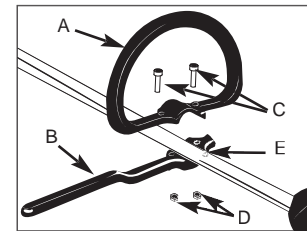
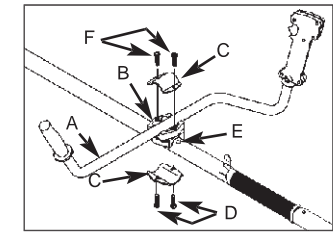

Fig. 1A
Fig. 1B
1. Pour installer la poignée sur l'appareil, il vous faut les composants suivants compris dans le kit utilisateur : poignée (A & B), vis (C) et écrous (D). (Fig. 1A)
2. Installez la poignée (B) après le repère (E) sur l'arbre et serrez les 2 vis (C) et écrous (D).
1. Pour installer la poignée sur l'unité, vous aurez besoin des composants suivants de votre kit d'utilisateur : poignée "porte-voix" (A), support de fixation (B), pince (C) et vis (D). (Fig. 1B)
2. Installez le support de fixation (B) après le point de position (E) sur l'arbre, mettez la bride (C) au-dessus de l'arbre et serrez les 2 vis (D).
3. Installez la poignée en porte-voix (A) sur le support de fixation, mettez l'autre pince (C) sur la poignée en porte-voix, réglez la poignée à la position appropriée et serrez les 2 autres vis (F). (Fig. 1A)